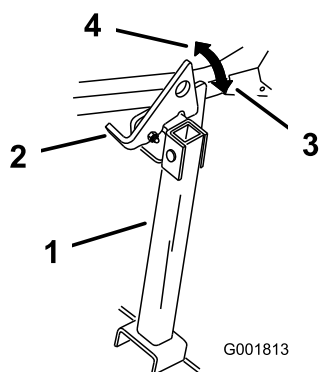

Figura 29
2. Alzate il dispositivo di chiusura in posizione di SBLOCCO (Figura 29).